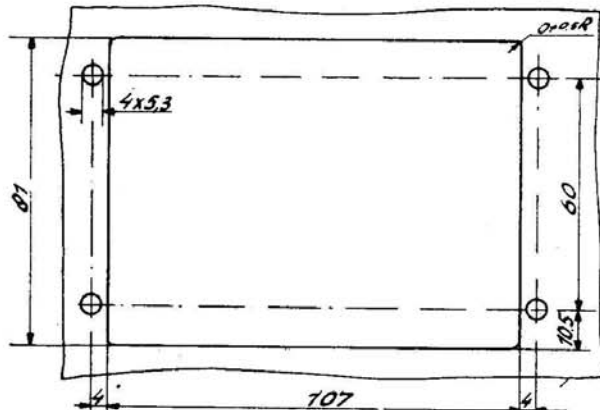

Fig. 1
- Fixation sur le tableau de commande; les mesures sont indiquées sur la fig. 1.